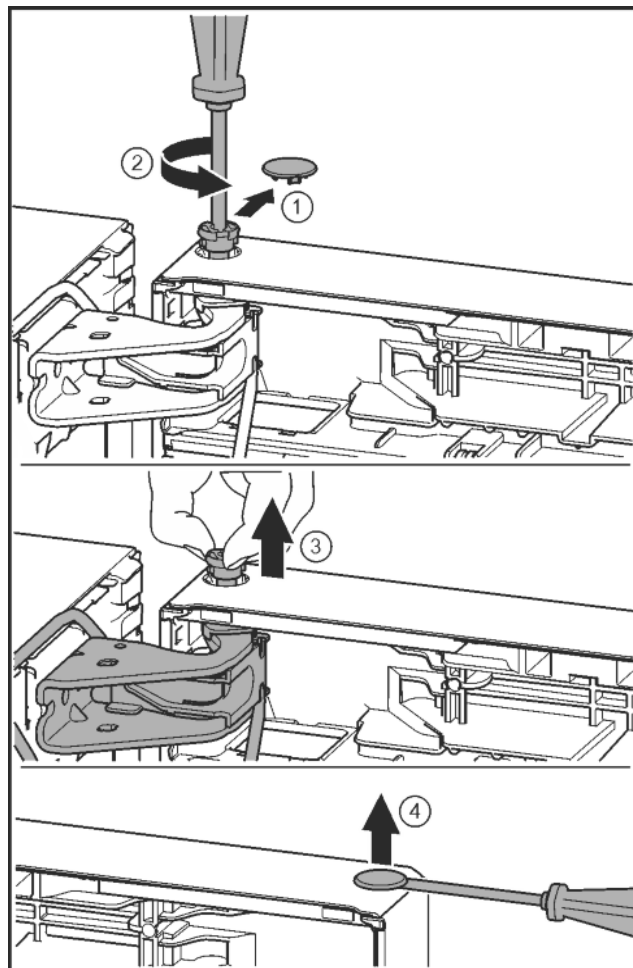

Fig. 25
- ▶ Осторожно снять предохранительную крышку. Fig. 25 (1)
- ▶ Немного выкрутить палец отверткой T15. Fig. 25 (2)
- ▶ Удерживать дверь и вытянуть палец рукой. Fig. 25 (3)
- ▶ Осторожно приподнять шлицевой отверткой заглушку из опорной втулки двери и вынуть. Fig. 25 (4)